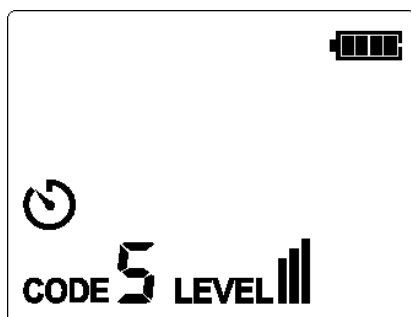

Abbildung 7.1.2c
3. Für die meisten Anwendungen ist die standardmäßige Übertragungsstärke III (Standardcode: 5). Wie in Abbildung 7.1.2c dargestellt, die auf der LCD-Anzeige angezeigte Stufe ist III.